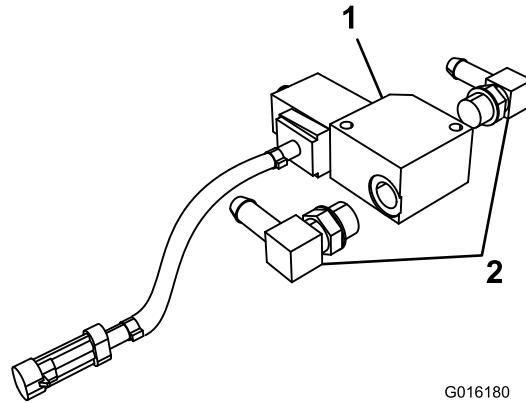

Figura 4
- Instale 2 uniões hidráulicas (90 graus) na parte da frente e de trás da válvula de solenóide (Figura 4).